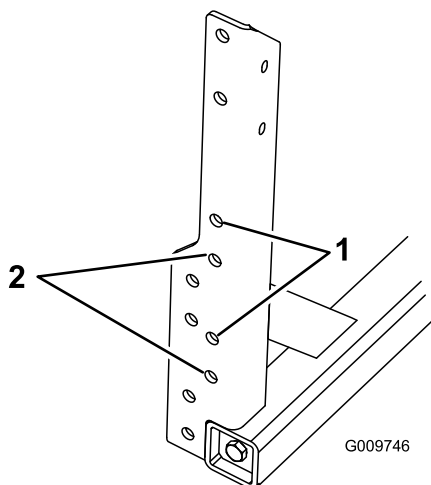

Figura 13
2. Consulte Figura 13 para localizar los orificios de montaje apropiados para la instalación del brazo central en la máquina.